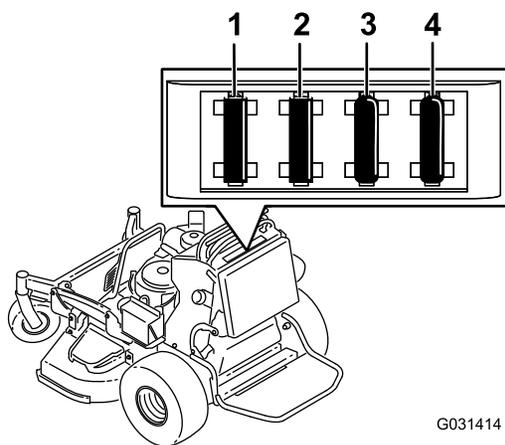

Figura 64
4. Estraiete il fusibile e sostituitelo (Figura 64).